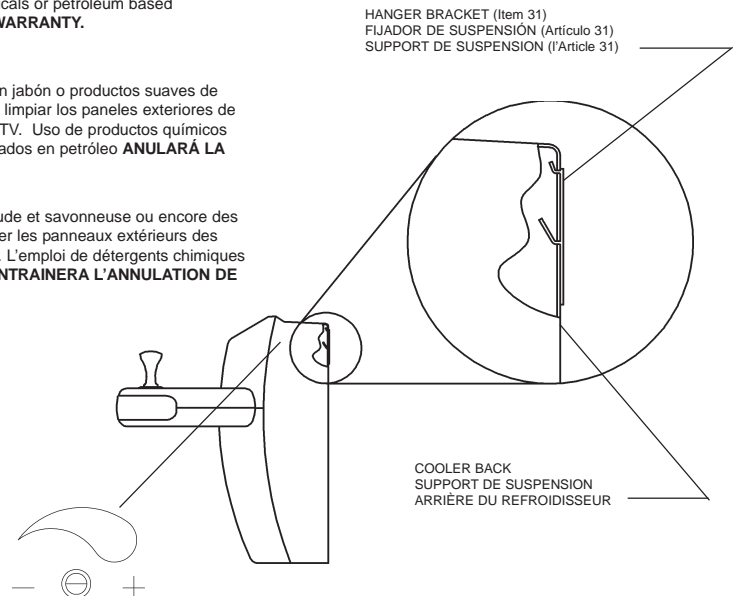

Fig. 3
- 1) Remove hanger bracket fastened to back of each cooler by removing one (1) screw.
- 2) Mount the hanger brackets as shown in Fig. 2 & Fig 3.
- NOTE:** Hanger Bracket **MUST** be supported securely. Add fixture support carrier if wall will not provide adequate support. Anchor hanger securely to wall using all six (6) 1/4 in. dia. mounting holes.
- 3) Hang the cooler on the hanger bracket. Be certain the hanger bracket is engaged properly in the slots on the cooler back as shown in Figure 3.
- 8) Stream height is factory set at 35 PSI. If supply pressure varies greatly from this, adjust screw located on upper side of frame (Item 33). See Fig. 3. CW adjustment will raise stream and CCW adjustment will lower stream. For best adjustment, stream should be 1-1/2" above bubbler hood. (See Fig. 12)
- 1) Quita gancho paréntesis abrochó para apoyar de más fresco quitando uno (1) tornillo.
- 2) Monta el paréntesis de gancho como mostrado en la Fig. 2. & Fig 3.
- 8) La altura de la corriente es el conjunto de la fábrica en 35 PSI. Si la presión de la fuente varía grandemente de esto, ajuste el tornillo situado en el lado superior del bastidor (Artículo 33). Vea Fig. 3. El ajuste de CW levantará la corriente y el ajuste de CCW bajará la corriente. Para mejor ajuste, la corriente debe ser 1-1/2" encima de capucha de bubbler. (Vea Fig. 12)
- 3) Accrochez le refroidisseur au support de suspension. Vérifiez que le support de suspension est correctement inséré dans les fentes situées au dos du refroidisseur comme indiqué sur la Figure 3.
- 8) La hauteur de ruisseau est la série d'usine à 35 PSI. Si la pression d'approvisionnement varie considérablement de ceci, ajustez la vis plac du côté supérieur de l'armature (l'Article 33). Voir la fig. 3. L'ajustement de CW élèvera l'ajustement de ruisseau et CCW baissera le ruisseau. Pour le meilleur ajustement, le ruisseau devrait être 1-1/2" au dessus du capuchon de bubbler. (Voir la fig. 12)